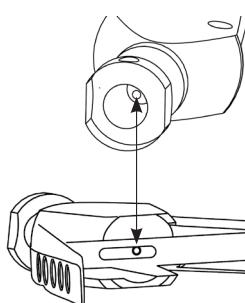

図 4
- 4) 適切な用具を使用して、図 4 に示す中空部から完全に付着物を取り除きます。洗浄と再使用に関する追加情報は、取扱説明書 PQRMD に記載されています。